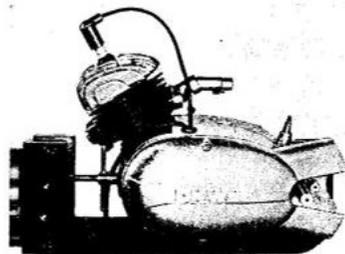

Abb. 20 Motor kpl. am Aufnahmearm im Universal-Montagebock festgespannt
1. Motor im Aufnahmearm für Motoraggregat, Teile-Nr. 0101-75200-10.1, des Montagebockes festspannen (siehe Abb. 20) und Getriebeöl ablassen.